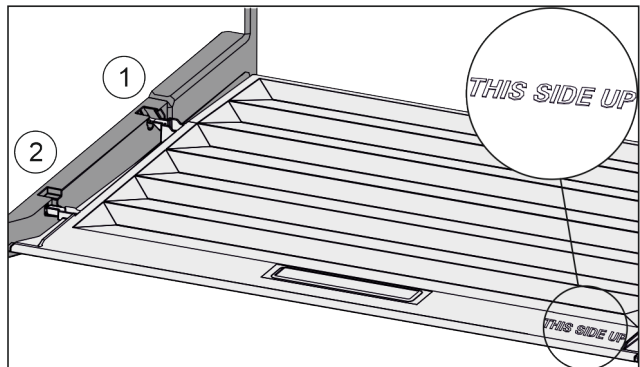

Fig. 117
- ▶ Introduire les rainures du couvercle par l'orifice du support arrière Fig. 117 (1) et les enclencher à l'avant dans le support Fig. 117 (2).